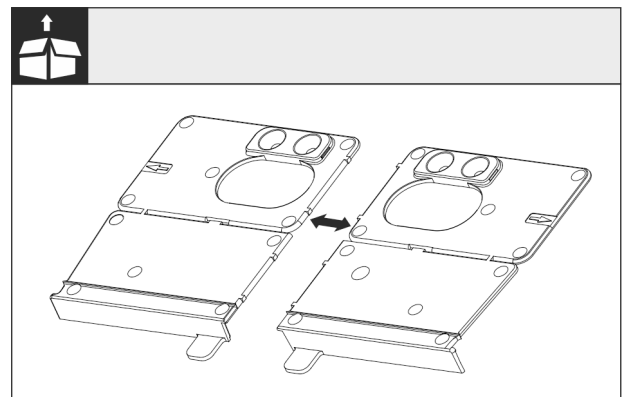

Fig. 24
► Oddělte montážní úhelník dna Fig. 24 () v perforaci.